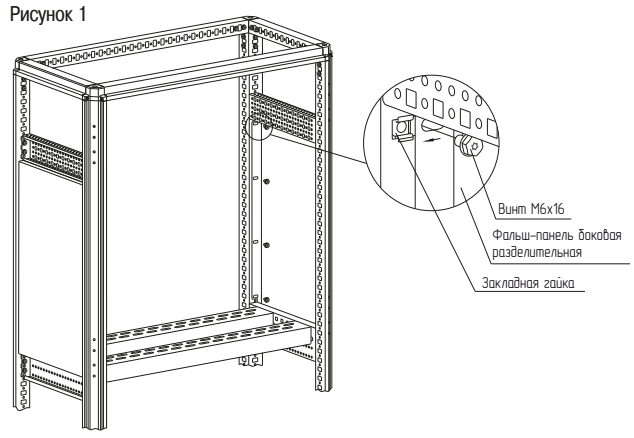

Рисунок 2
- вариант 2. Набором «закладная гайка М6 – винт М6×12 – шайба 6». Для этого предварительно установить закладные гайки в квадратные отверстия вертикальных дополнительных стоек и закрепить фальш-панель боковую разделительную винтами М6×16 с шайбами 6 (рисунок 2). Момент затяжки – 7 Н·м. Набор крепежа приобрести отдельно.